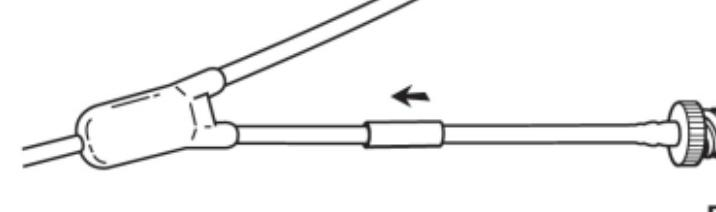

Fig. 15
6. Skjut hylsan över skarven. (Fig. 15)